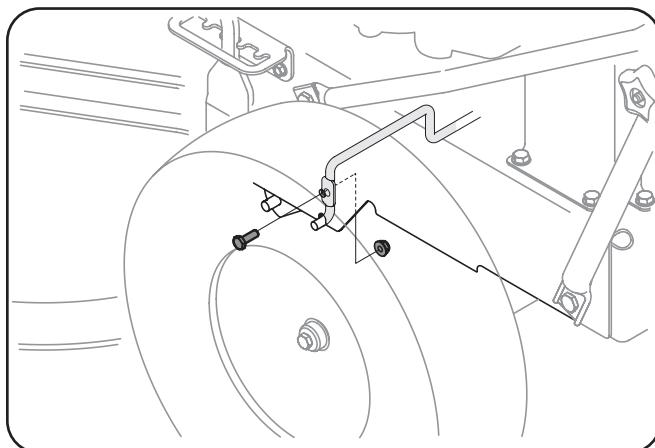

Figura 7-2
5. Extraiga el tornillo y la tuerca de brida que sujetan la varilla del guardacorrea al lado izquierdo del bastidor de la cortadora. Vea Figura 7-2.
3. Retire el guardacorrea como se ha indicado antes en esta sección. Consulte Figura 7-2.